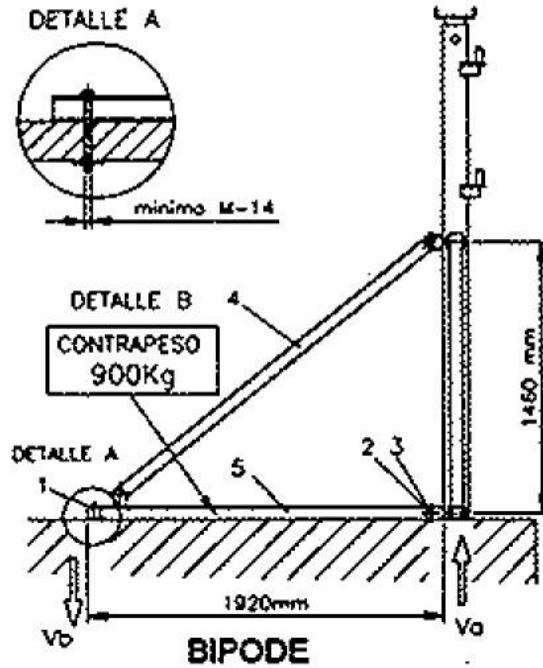

Imagen 1: Detalle del montaje del Bípode y columna.
1.- Antes de comenzar con el proceso de montaje, el Operador debe asegurarse que la estructura donde va a ser instalada la columna y el bípode, sea capaz de soportar las reacciones detalladas en la Imagen 1.